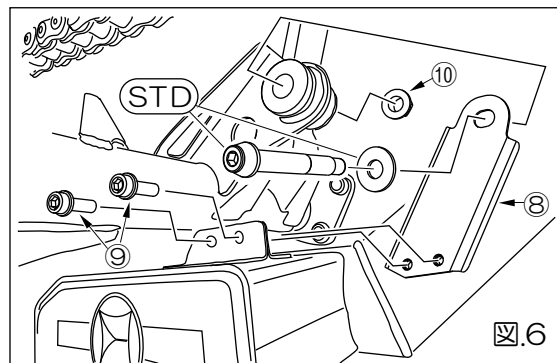

図.6
⑤ サブサイレンサーへ付属のサブステーを付属のボルト 6X12(部品表⑨)を使用して仮組します。(図.6)
⑥ 車体側への固定は図.6 を参考に、車体左側より(STD)ボルト、ワッシャーと共に挿入し、付属のフランジナット10(部品表⑩)で仮止めします。
⑦ O²センサーをテールパイプへ仮止めし、カプラーを接続します。